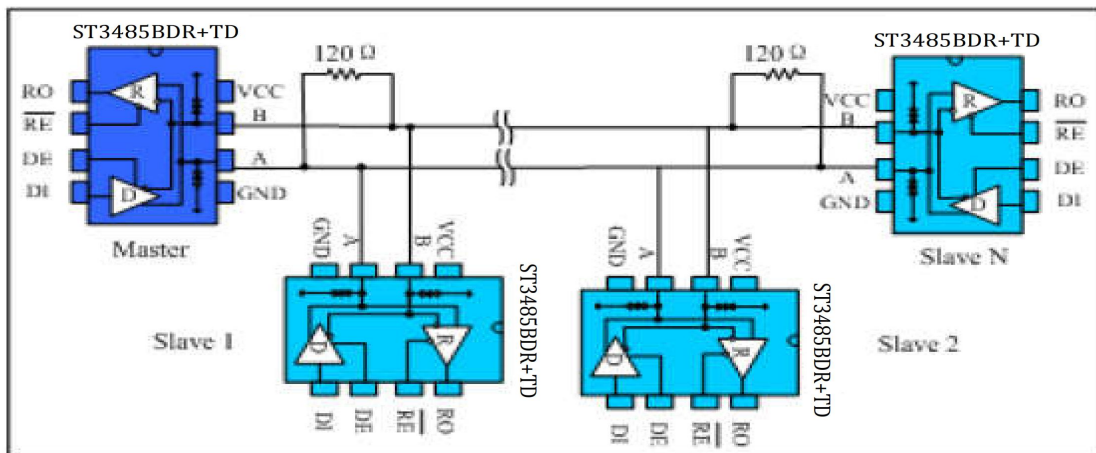

图 9 总线式 RS485 半双工通讯网络
4.1 总线式组网：ST3485BDR+TD RS485 收发器设计用于多点总线传输线上的双向数据通信。图 9 显示了典型网络应用电路。这些器件也能用作电缆长于 4000 英尺的线性转发器，为减小反射，应当在传输线两端以其特性阻抗进行终端匹配，主干线以外的分支连线长度应尽可能短。